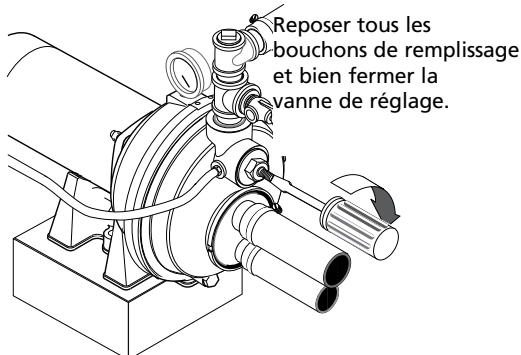

Figure 14 – Amorçage de la pompe
- Reposer tous les bouchons de remplissage et fermer complètement la vanne de réglage (voir la Figure 14).